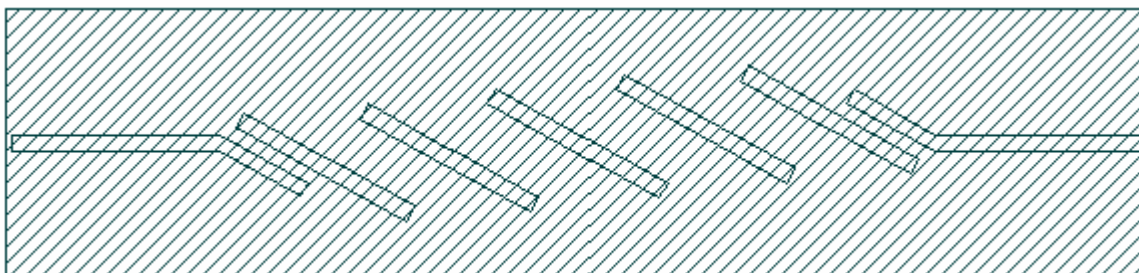

Рис. 4.39
8. Нажмите **OK** в окне **Substrate Information**, затем нажмите **OK** в окне транслятора. На рабочем поле появится окно с топологией электромагнитной структуры (рис. 4.39).
**Примечание.** На рис. 4.39 видно, что заштрихованы не только проводники, но и вся подложка. Дело в том, что все элементы, описанные в DXF файле, воспринимаются или как металлические проводники, или как межслойные переходы. В файле F10-3.dxf содержится не только